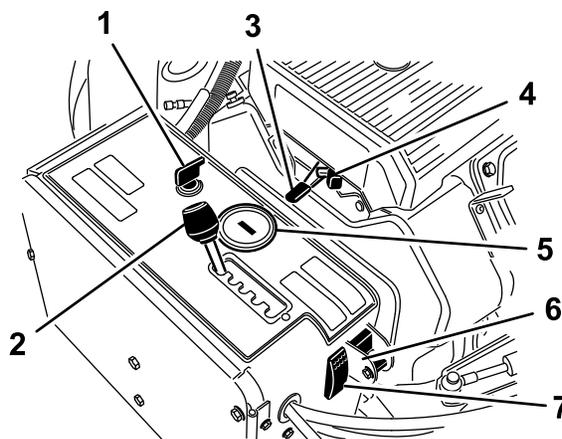

Figura 12
Utilize o interruptor de ignição (Figura 12) para ligar e desligar o motor. O interruptor tem 3 posições:
Mova a alavanca de espaçamento do arejador (**Figura 12**) para o intervalo entre furos pretendido ou para T para transporte.
Utilize a alavanca do acelerador (**Figura 12**) para controlar a velocidade do motor. Deslocar a alavanca do acelerador para a frente aumenta a velocidade do motor (posição RÁPIDO); Deslocar para trás diminui a velocidade do motor (posição LENTO). A velocidade do motor regula a velocidade da cabeça de perfuração e controla a velocidade da máquina.
- Quando o motor é desligado, o contador de horas/conta-rotações (**Figura 12**) apresenta o número de horas que o motor trabalhou.
Utilize o ar quando ligar um motor frio (**Figura 12**).
Rode o dispositivo para a posição em baixo para desligar a função TrueCore (**Figura 12**). Retire o parafuso para ter acesso ao dispositivo manual.
Prima o interruptor de reinicialização do sistema (**Figura 12**) para subir a cabeça de perfuração, se a máquina ficar desativada (por exemplo, a máquina fica sem combustível).